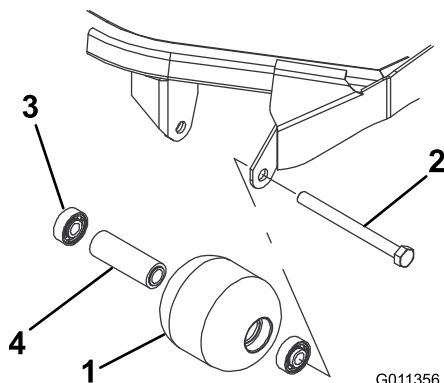

Figura 126
1. Îndepărtați urubul de montare a rolei (Figura 126).
1. Apăsai primul lagăr în carcasa rolei (Figura 126). Apăsai doar sau în mod egal pe calea de rulare interioară și exterioară.
2. Introduceți distanțierul (Figura 126).
3. Apăsai al doilea lagăr în carcasa rolei (Figura 126). Apăsai în mod egal pe calea de rulare interioară și pe cea exterioară până când calea interioară intră în contact cu distanțierul.
4. Inspectai carcasa rolei, lagărul și distanțierul lagărului pentru a observa dacă sunt deteriorate (Figura 126). Înlocuiți toate componentele deteriorate și montați-le.